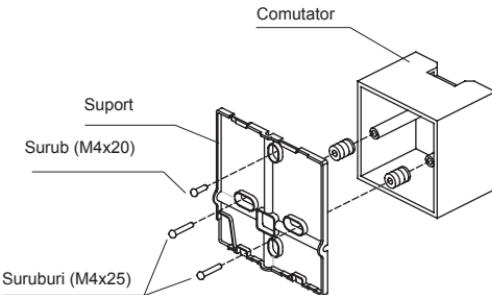

Fig 3-6
- Pentru montarea pe comutator, fixati suportul telecomenzi pe comutator cu 2 suruburi (M4x25) si fixati comutatorul pe perete cu un surub (M4x20). (Fig.3-6)